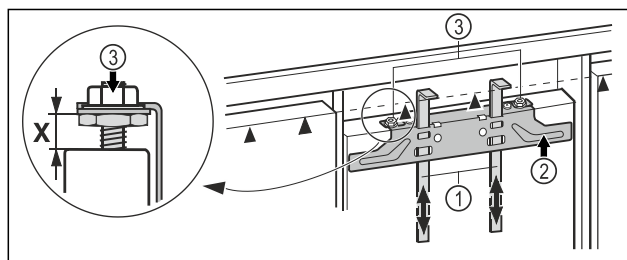

Fig. 16
- ▶ Schuif de montagehulp Fig. 16 (1) tot op de hoogte van de meubeldeur. Onderste aanslagkant ▲ van de montagehulp = bovenrand van de te monteren meubeldeur.
- ▶ Bevestigingstraverse Fig. 16 (2) middels de borgmoeren Fig. 16 (3) losschroeven.